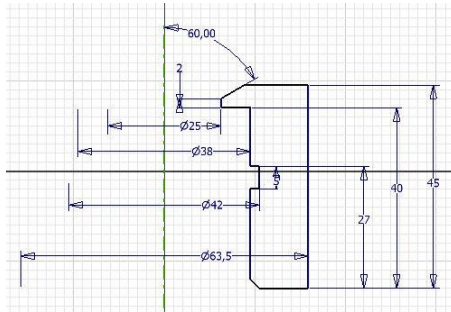

Рисунок 6.2 – Эскиз гайки
- Самостоятельно постройте эскиз при помощи команд **Отрезок**, **Размеры** (рис. 6.2).